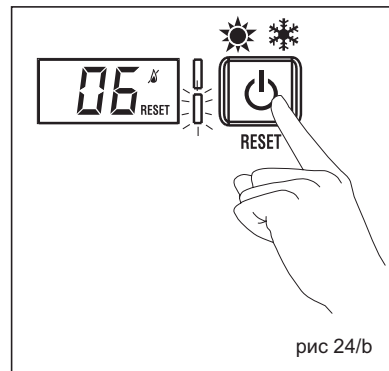

рис.24/b
– ПЕРЕГРЕВ КОТЛА "AL 07" (рис. 24/c)